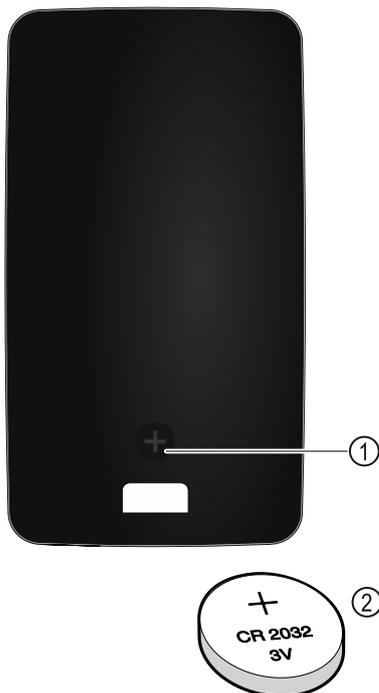

Fig. 255
Электропитание пульта дистанционного управления осуществляется через аккумуляторную батарею типа CR 2032 с 3В Fig. 255 (2), которую можно приобрести в специализированных магазинах.
- ▶ Выкрутите винт Fig. 255 (1) на обратной стороне пульта дистанционного управления.